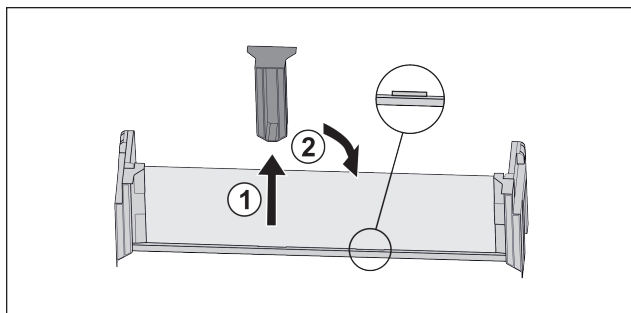

Fig. 24
- 拉出中间的定位件 Fig. 24 (1)。
- 将中间的定位件插入第二个位置 Fig. 24 (2)。